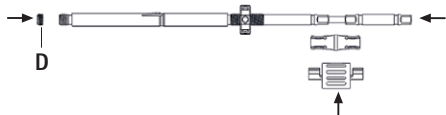

Fig. 11
- Introduzir a chave de parafusos no tubo interno, proteger com o espaçador e inserir o parafuso de travamento **D**, ver Fig. 11.